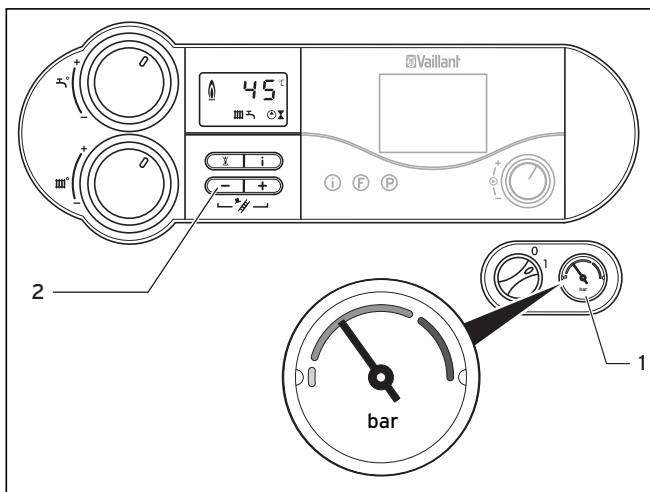

Fig. 4.13 Controllo della pressione di riempimento dell'impianto di riscaldamento
- Aprire lentamente la valvola di prelievo e aggiungere acqua finché il manometro (1) (vedere fig. 4.13) indica il raggiungimento della pressione necessaria dell'impianto.
- Infine controllare la pressione dell'impianto sul manometro (1) (vedere fig. 4.13) e se necessario aggiungere altra acqua.
- Chiudere il rubinetto di riempimento (1) e rimuovere il tubo flessibile.